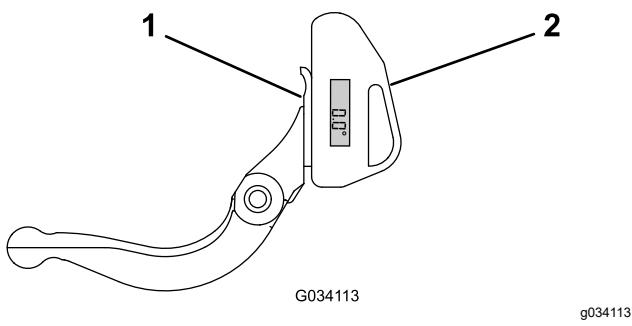

Bild 30
1. Positionieren Sie den Neigungsmesser an der Unterseite des Untermessers, wie in Bild 30 abgebildet.